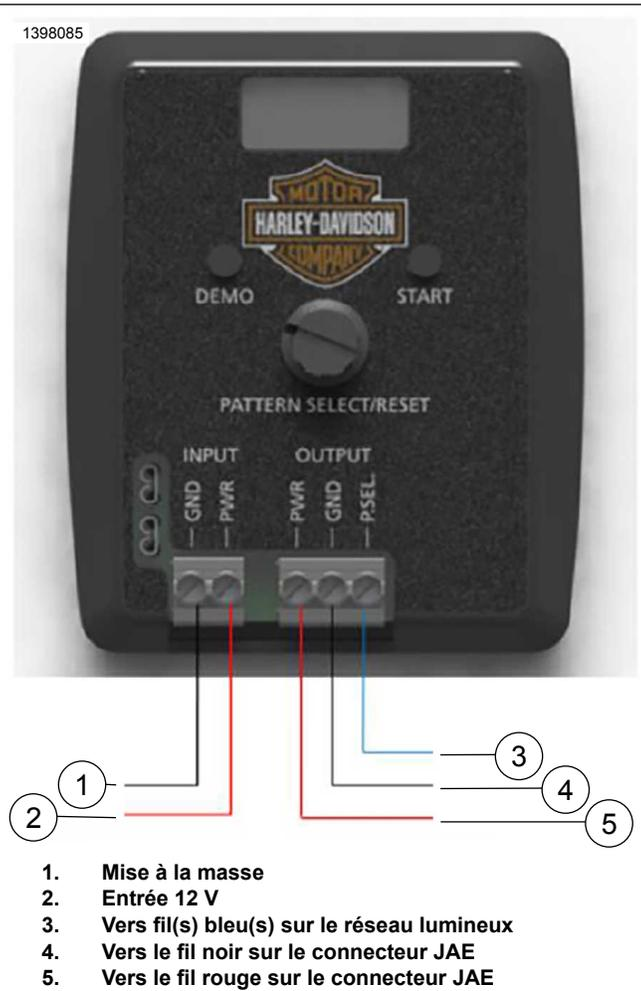

Figure 10. Configuration de la programmation de motifs
1. Voir la Figure 10. Connectez la source d'alimentation 12 V au PSCP.
2. Voir la Figure 10. Connectez la lumière aux bornes de sortie du PSCP (nécessite un fil fourni par le concessionnaire).